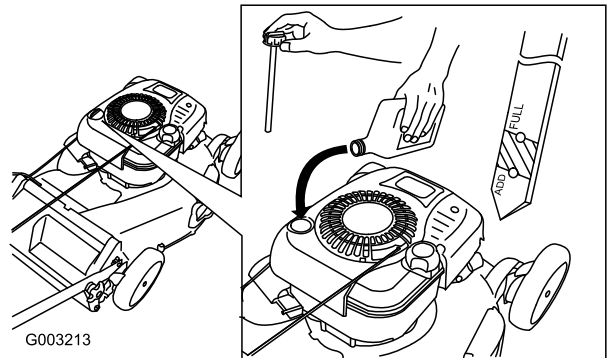

Figure 13
1. Retirez la jauge, essuyez-la sur un chiffon et remettez-la dans le goulot de remplissage (Figure 13).
2. Sortez de nouveau la jauge et contrôlez le niveau d'huile (Figure 13). Si le niveau n'atteint pas le repère minimum (**Add**) de la jauge, versez avec précaution suffisamment d'huile dans le goulot de remplissage pour faire monter le niveau au repère maximum (Full). **Ne remplissez pas excessivement.** (Remplissage max. : 0,77 l, type : huile détergente SAE 30W de classe de service API SF, SG, SH, SJ, SL ou supérieure.)